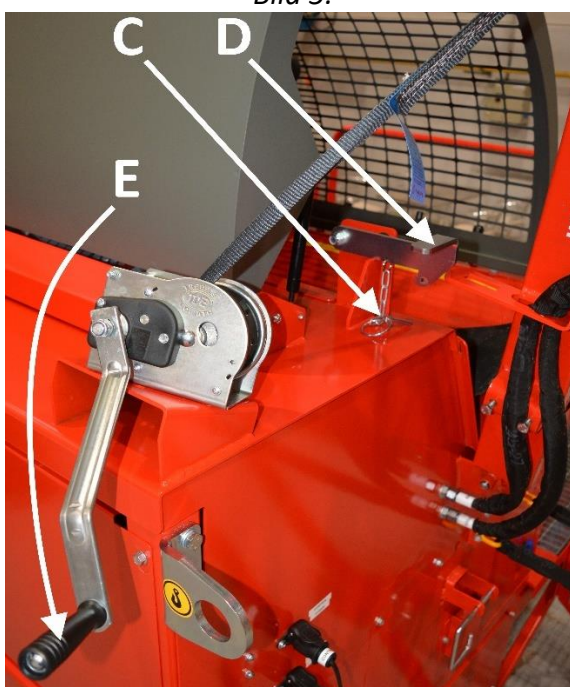

Bild 6.
3. Lossa låsspringen C, se bild 6, och lyft upp spärren D från sitt spår. Sänk samtidigt inmatningstransportören till sitt nedre läge med hjälp av vinsch E.